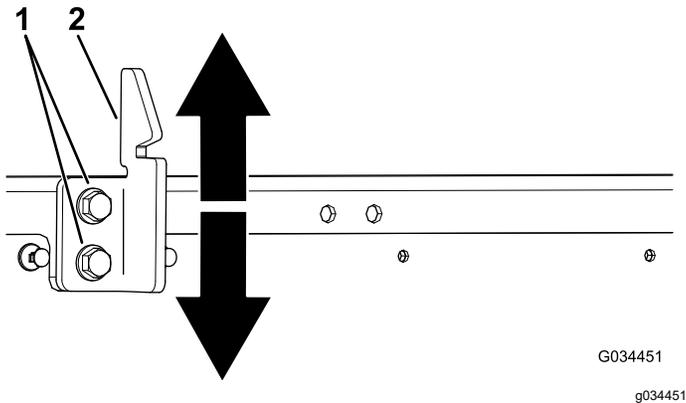

Рисунок 67
3. Ослабьте 2 болта на ударном выступе защелки кузова и переместите ударный выступ вверх или вниз, если он расположен слишком низко или слишком высоко (Рисунок 67).
4. Затяните 2 болта на ударном выступе защелки кузова (Рисунок 67).